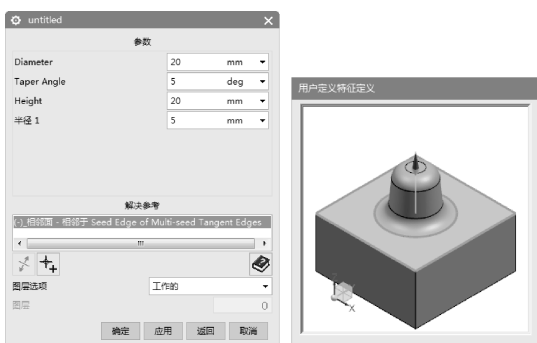

图 6-74 打开 UDF 定义对话框及特征预览窗口
- 16 在【主页】选项卡【特征】组的【更多】命令组中单击【用户定义】按钮，打开【用户定义特征库浏览器】对话框。单击先前定义的 UDF，弹出【tutai】对话框，同时弹出 UDF 特征预览窗口，如图 6-74 所示。